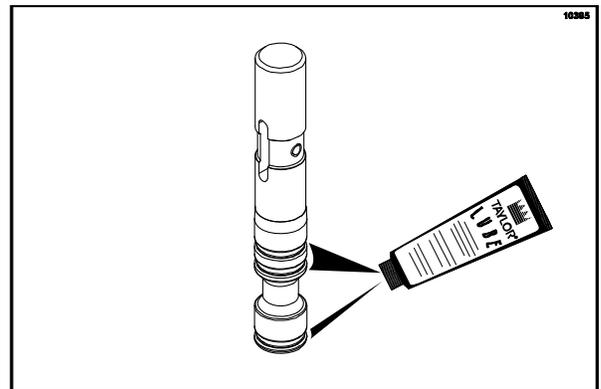

图 135
10. 如果零件状况良好，则装配出料阀。将三个止漏圈套在出料阀的环槽内并润滑。（见图 135。）